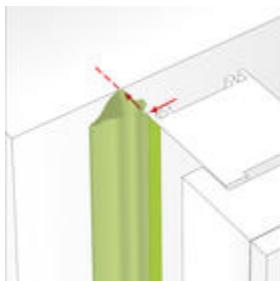

Figura 1. Colocación (E)
- Colocación en el formato «E» (figura 1): retire el protector antiadherente dividido del autoadhesivo del lado de la membrana orientada hacia el marco, dejando una cierta holgura en la membrana retenida dentro de la junta.